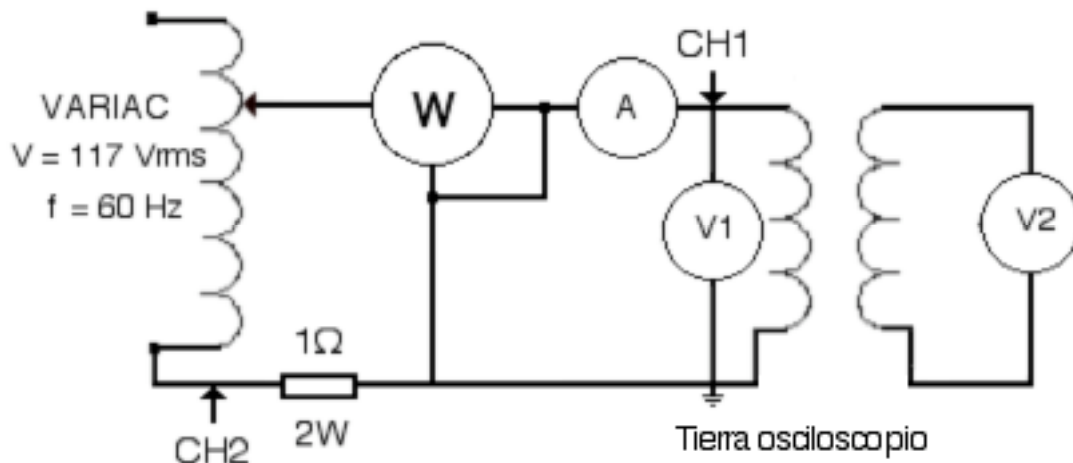

Figura 10.5. Circuito para realizar las pruebas de vacío del transformador
34.- Para realizar las pruebas de vacío del transformador, monte el circuito de la figura 10.5, en el que va a usar el vatímetro analógico para realizar las mediciones de potencia.